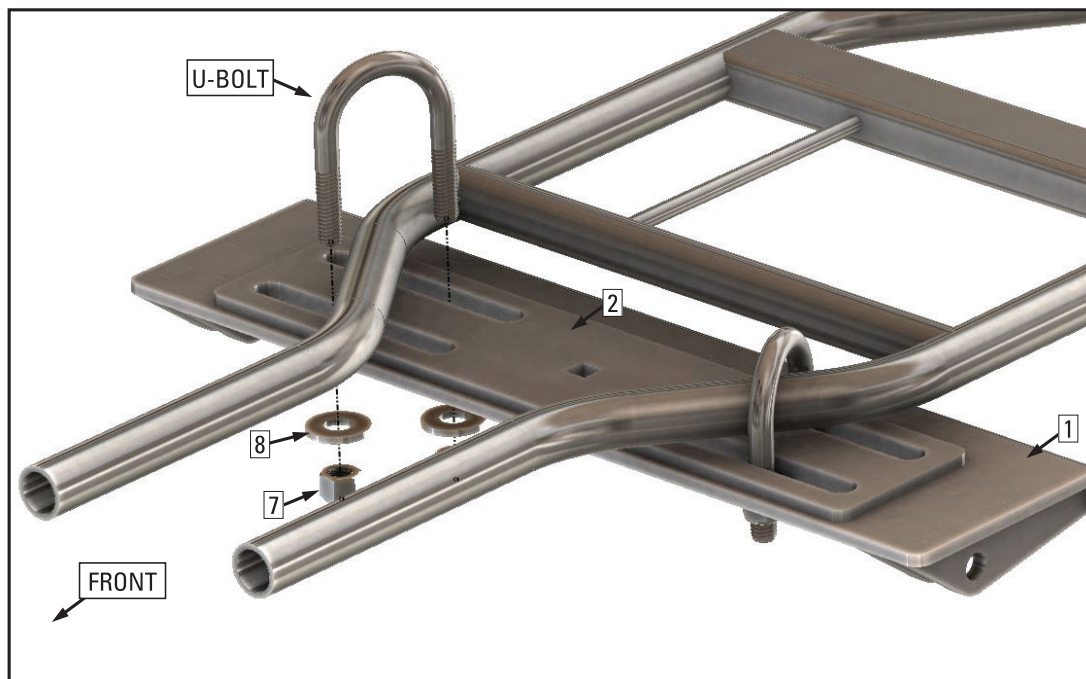

Figure 5: Round Installation de Tube
- 3) Option: Place Mont plaque supérieure (2) sur le dessus de Lower Mount Plate (1) pour la force supplémentaire (voir figure 5).. La force des plaques combinées réduit la flexion tout en labourant.
- 4) Installez l'ensemble de plaque à la U-boulons avec les rondelles (8) et 3/8 "Nuts (7) fournies.